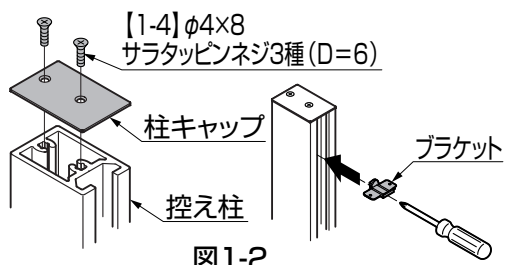

図1-2
- ② 柱キャップを【1-4】で取付けてください。(図1-2参照)
- ③ 控え柱にブラケットを仮組みしてください。